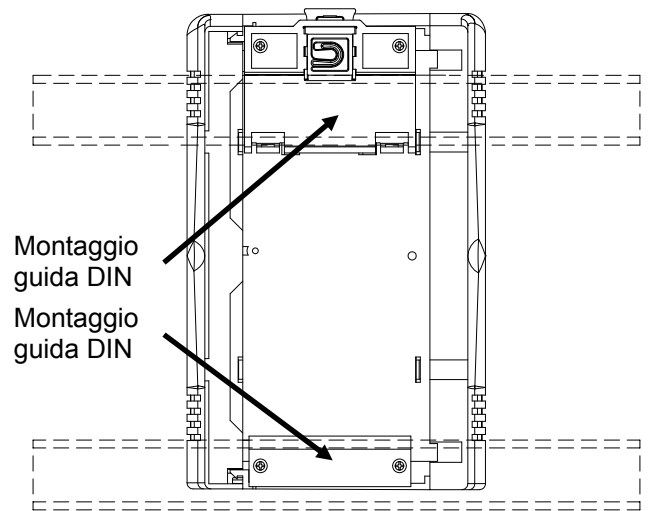

Figura 4. Retro dell'FFI
3. Il cabinet dell'FFI va montato su due guide DIN da 35 x 7,5 mm. Vedere *Figura 4*.